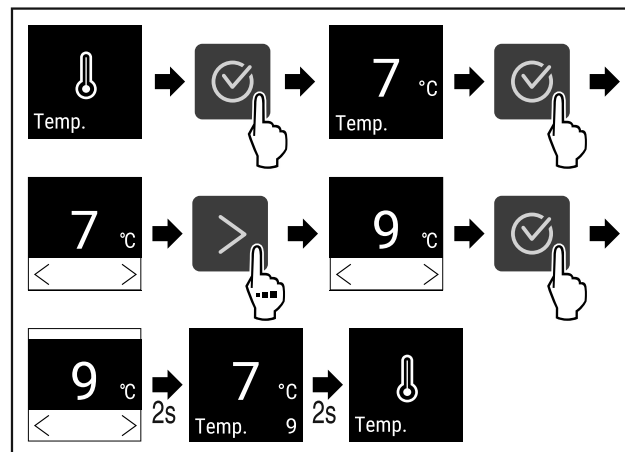

Fig. 67 Ndërrimi i temperaturës nga 7°C në 9°C
- Kryeni hapat e veprimit (shihni Fig. 67).